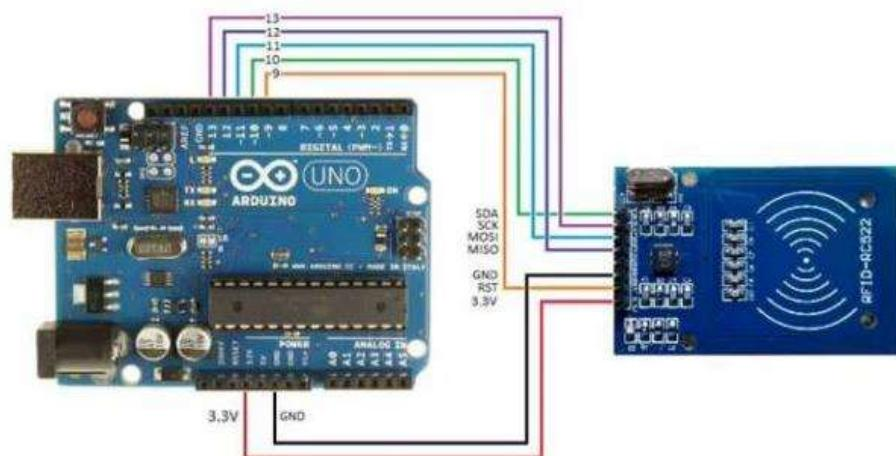

Рис. 8.2. Подключение модуля MFRC522 к Arduino Uno R3
- пины 3.3 V и GND Arduino (рис. 8.2) подключаем к аналогичным пинам модуля;
- пины с 9 по 13 Arduino (рис. 8.2) подключаем к пинам RST, SDA, MOSI, MISO и SCK модуля соответственно.